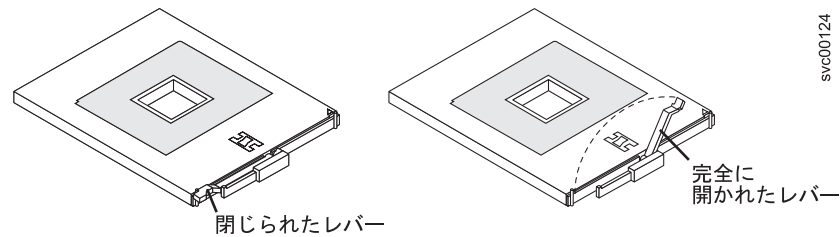

図 126. アームがロックされた状態と完全に開いた状態のマイクロプロセッサ
7. マイクロプロセッサ・ソケットのレバー・アームを回して最大垂直位置にします。図 126 を参照してください。